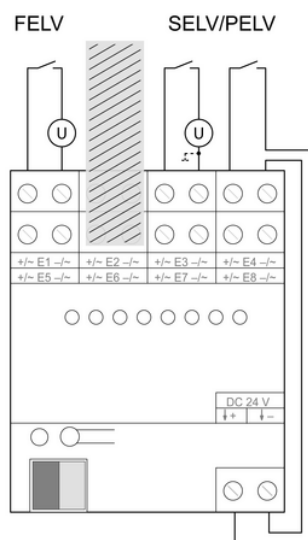

Figure 5
- Entre les entrées alimentées par des circuits électriques TBTS/TBTP et TBTF, laisser deux entrées non utilisées (figure 5).